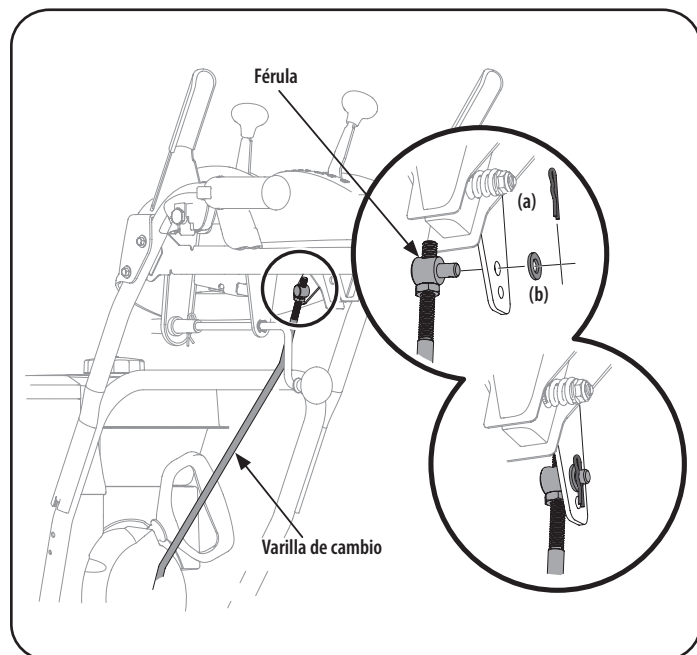

Figura 9
13. Extraiga el pasador de chaveta (a) y la arandela (b) de la férula que está en el extremo de la varilla de cambio. Consulte el recuadro de la Figura 9.